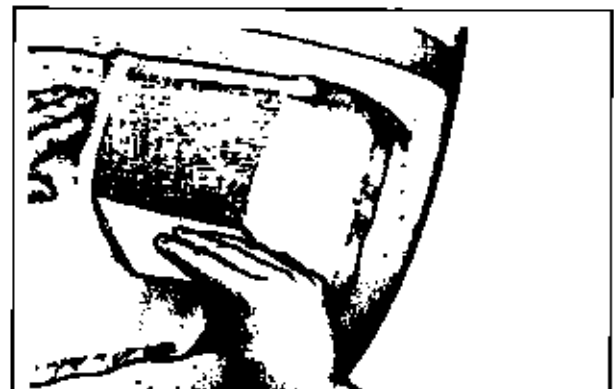

Abb. 3-6 Streichen Sie das Abreißgewebe fest an, um überschüssiges Epoxid zu entfernen und die Reparaturstelle zu glätten.
6. Die Fläche wird dann mit einem mehrere Zentimeter größeren Stück Abreißgewebe abgedeckt. Beim Glätten mit dem Spachtel wird überschüssiges Harz herausgedrückt und zugleich eine glatte Oberfläche erzeugt (Abb. 3-6). Bevor das Epoxid härtet, wird